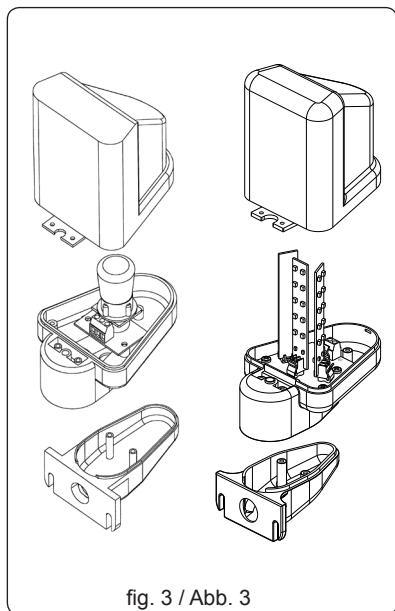

fig. 3 / Abb. 3
1. LAMPEGGIANTE (fig. 3)
1. FLASHING LIGHT (fig. 3)
1. BLINKLAMPE (Abb. 3)
1. CLIGNOTANT (fig. 3)